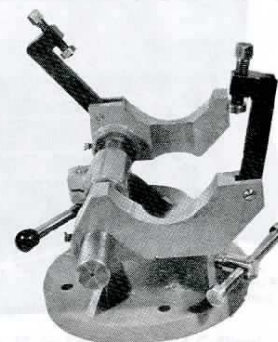

Fig. 6. — Support universel de pompes (Belcan).
- e) des supports universels orientables pour la révision des pompes (fig. 6, 6 bis, 7);
Fig. 6 bis. — Support universel Hartridge.